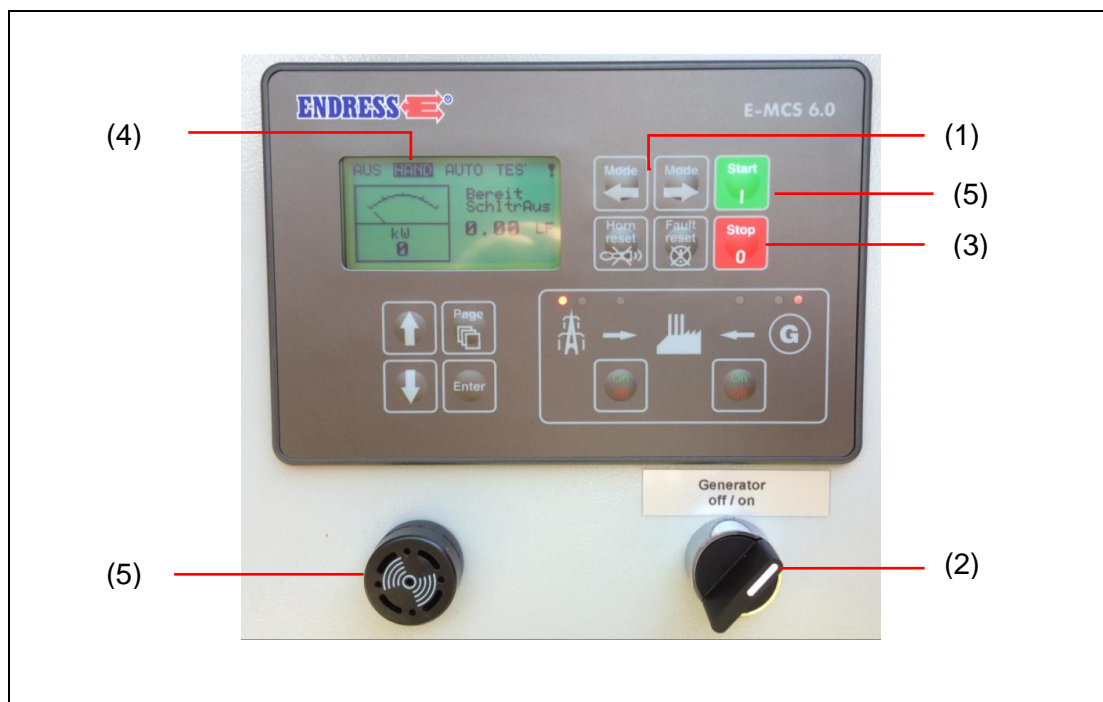

Fig. 82: Desconexión del generador eléctrico
- Aparato apagado (Fig. 82: Desconexión del generador eléctrico)
2. Pulsar el botón STOP (Fig. 82: Desconexión del generador eléctrico) y la LED roja comienza a parpadear. El motor se detiene tras una primera frase de refrigeración.
3. Presionar la tecla STOP (Fig. 82: Desconexión del generador eléctrico) una segunda vez detendrá de